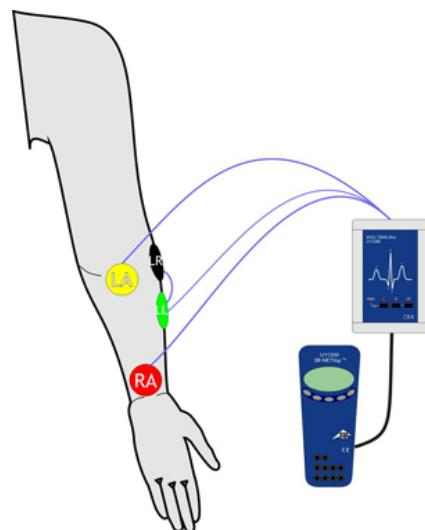

Fig. 3 Tracciamento dell'elettromiogramma sull'avambraccio sinistro di una persona da testare
- Preparazione dell'esperimento secondo la fig. 3.